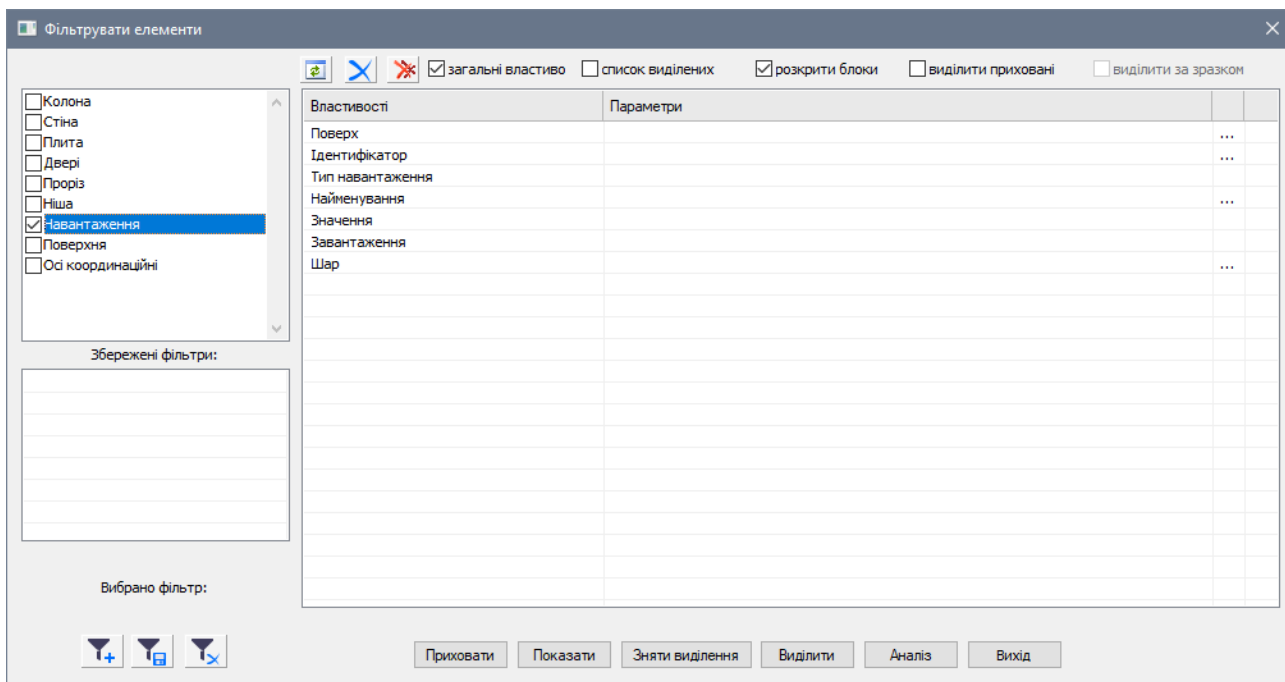

Рис. 23.24. Діалогове вікно **Фільтрувати елементи**
- Викличте діалогове вікно **Фільтрувати елементи** (рис. 23.24) натисканням по кнопці  – **Фільтр** на панелі інструментів **Візуалізація**.